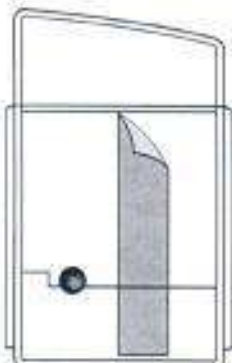

Figura 8-1 Dispositivo de limpieza
1. Ubique el paquete de dispositivo de limpieza y remueva el dispositivo de limpieza de la bolsa (Figura 8-1).